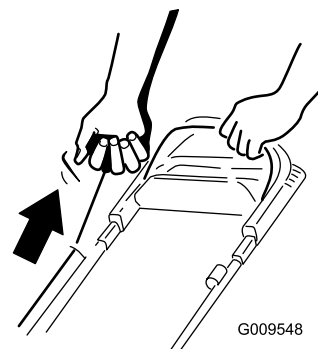

Figura 18
2. Tirate l'avviatore autoavvolgente (Figura 18).
Nota: Quando utilizzate l'avviatore autoavvolgente, tiratelo leggermente fino ad avvertire una certa resistenza, poi date uno strappo (Figura 18). Lasciate che il cordino si riavvolga nell'avviatore lentamente.